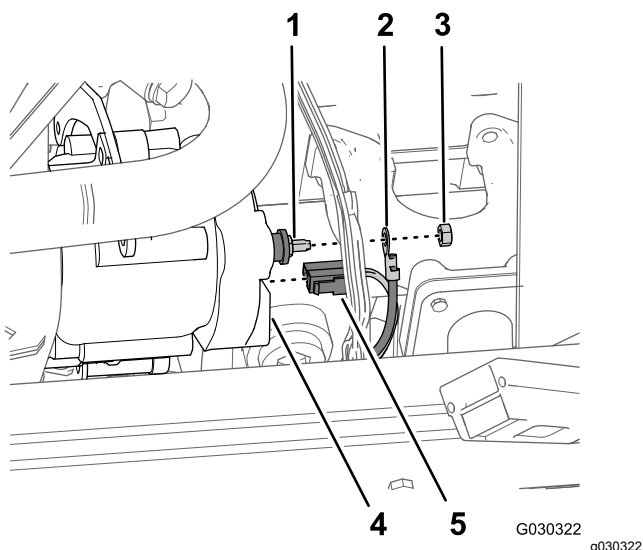

Figure 241
1. Sur le côté gauche du compartiment moteur, retirez l'écrou (6 mm) qui fixe la cosse en anneau du câble positif de la batterie à la borne positive de l'alternateur (Figure 241).
- À l'arrière de l'alternateur, débranchez le connecteur à 2 douilles du faisceau du moteur de la borne à 2 lames sur l'alternateur (Figure 241).